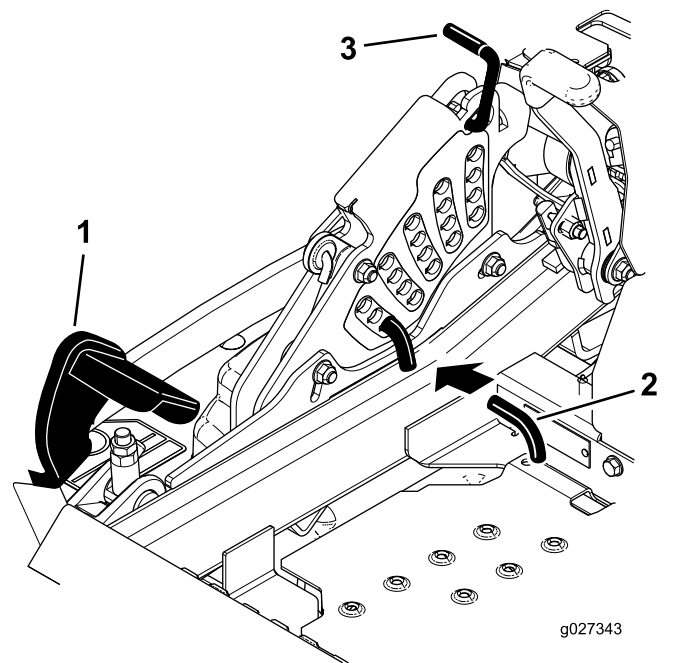

Figura 31
2. Pise el pedal de elevación de la carcasa y eleve la carcasa a la posición de transporte (que es también la posición de altura de corte de 140 mm), tal y como se muestra en la Figura 31.
3. Para ajustar la altura de corte, gire el pasador 90 grados y retire el pasador del soporte de altura de corte (Figura 31).
4. Seleccione el taladro del soporte de altura de corte que corresponde a la altura de corte deseada, e inserte el pasador (Figura 31).